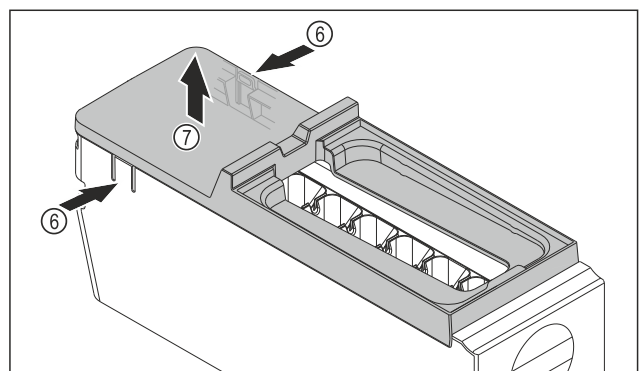

Fig. 86
- Afdekking van de EasyTwist-Ice-corpus wegnemen: Strips Fig. 86 (6) aan beide zijden van de EasyTwist-Ice-corpus met een hand indrukken.
- Afdekking Fig. 86 (7) met de andere hand van bovenaf wegnemen.